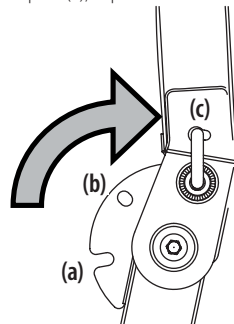

Figure 5
- Placez la structure de protection à la position désirée. Voir Figure 5.